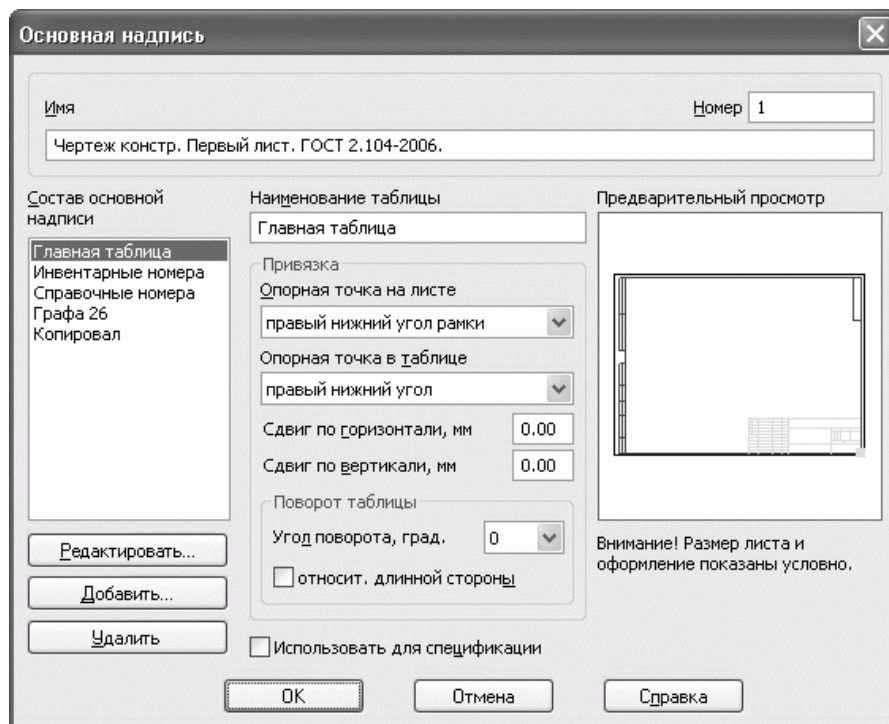

Рис. 2.62. Окно редактирования элементов оформления листа
3. Откроется окно Основная надпись (рис. 2.62), в котором можно отредактировать все элементы оформления листа, включая различные вспомогательные надписи.